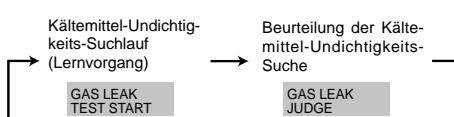

Fig. 8-2
- ② Drücken Sie die **CLOCK** (▼)-Taste und wählen Sie [GAS LEAK TEST START] (START DES GASUNDICHTIGKEITS-TESTS) (Fig. 8-2)